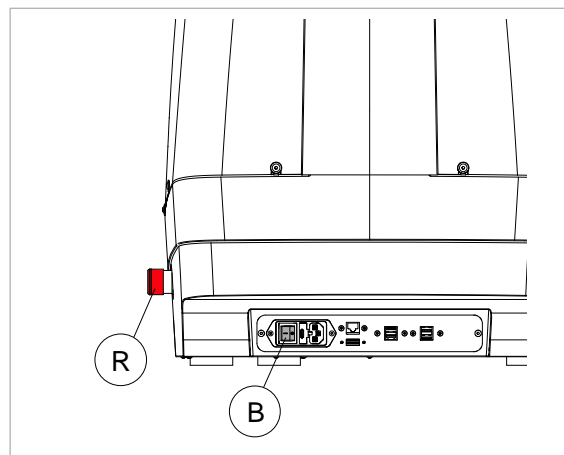

Fig. 6
**OPGELET:** voor uitvoering van onderhoud moet de hoofdschakelaar (B) (Fig. 6) op de achterzijde van de machine worden uitgeschakeld en de voedingskabel worden uitgetrokken.